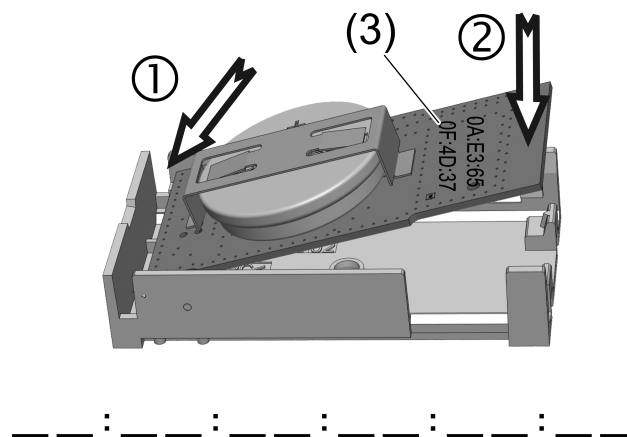

Figure 5: Enclencher le circuit imprimé
- Noter l'adresse MAC (3) (Figure 5). L'adresse est nécessaire pour l'affectation à la garniture.
- Insérer le circuit imprimé dans la partie inférieure du boîtier. Glisser tout d'abord le circuit imprimé contre la face avant du boîtier puis appuyer sur la partie arrière du circuit imprimé (Figure 5).